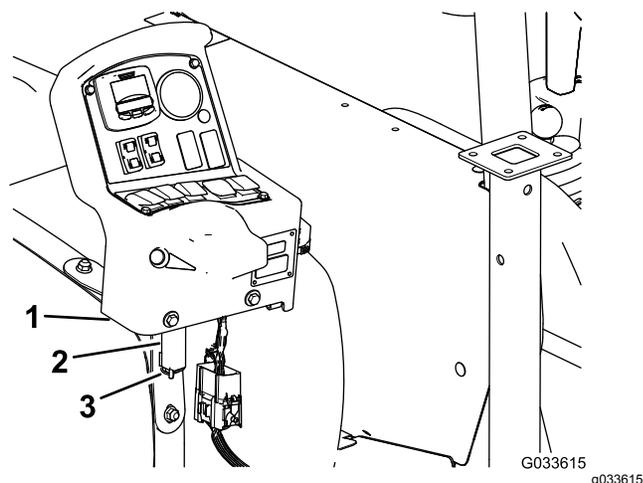

Рисунок 117
7. Снимите пульт с монтажного кронштейна на приборной панели автомобиля и совместите ось поворота пульта управления с кронштейном для хранения на переднем хомуте бака (Рисунок 117); см. 9 Установка на автомобиль управляющей консоли \(страница 26\).
8. Установите консоль на кронштейн и прикрепите ось поворота к кронштейну с помощью шплинта (Рисунок 117).